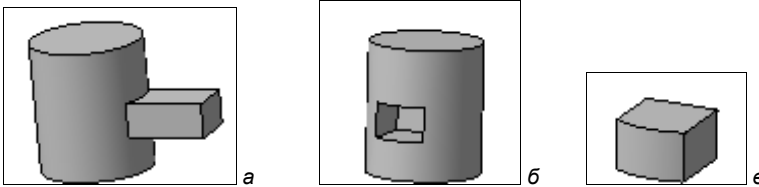

Рис. 28.6. Модель после проведения булевой операции
- ◆ нажмите кнопку **Создать объект**. Вы создали новое тело (рис. 28.6, а). Линии ребер четко обозначились;
- ♦ нажмите кнопку **Создать объект**. Вы создали новое тело (рис. 28.6, б);
- ♦ самостоятельно создайте новое тело с применением операции **Пересечение** (рис. 28.6, в).